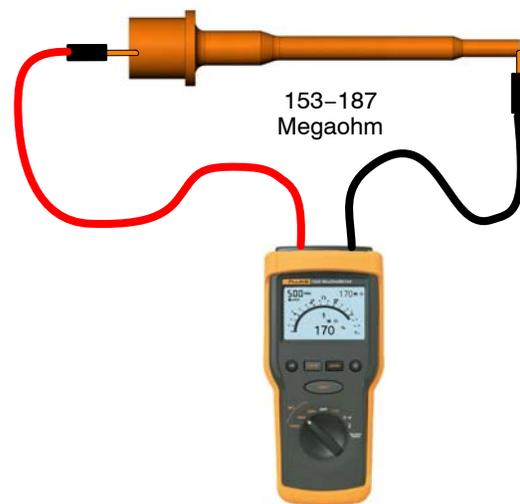

Abb. 14 Widerstandsprüfung des Widerstandes
2. Siehe Abbildung 14. Die Prüfspitzen des Widerstandsmessgeräts an Widerstandsfeder und Elektrodenfeder anschließen.